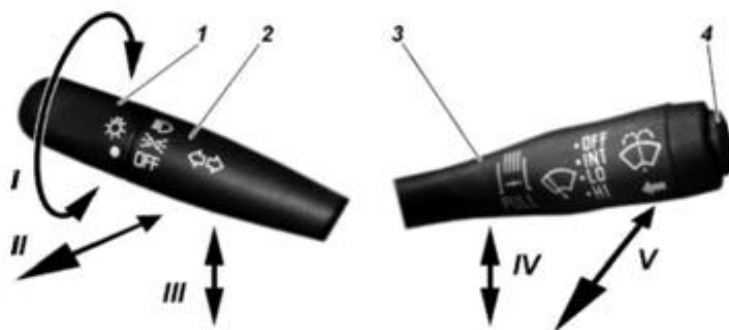

Рис. 3.10 Рулевые многофункциональные переключатели:
3.4 Рулевые многофункциональные переключатели (рис.3.10)